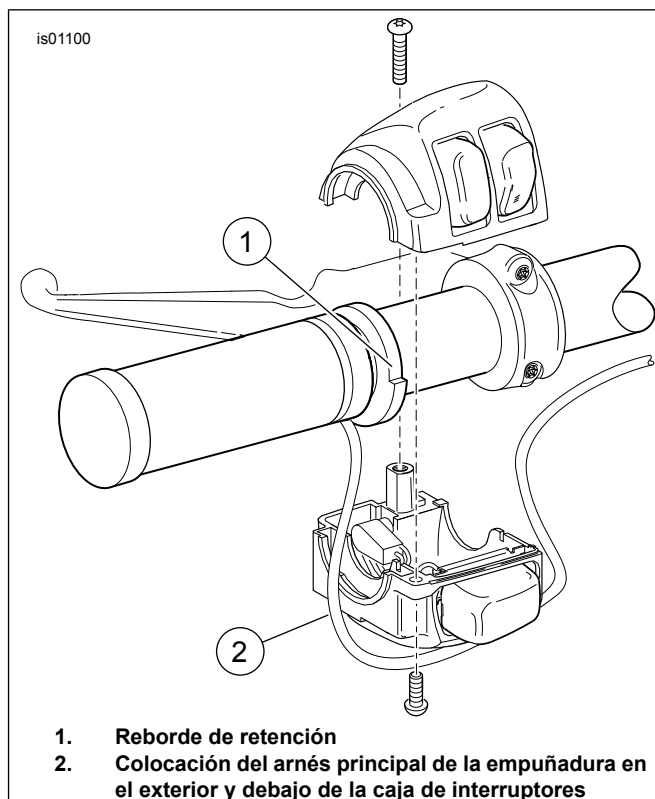

Figura 1. Empuñadura con calefacción (lado izquierdo)
- Vea Figura 1. Coloque la empuñadura del lado izquierdo en el manillar, para que el reborde de retención (1) pueda instalarse en forma segura en la caja inferior de interruptores (2).